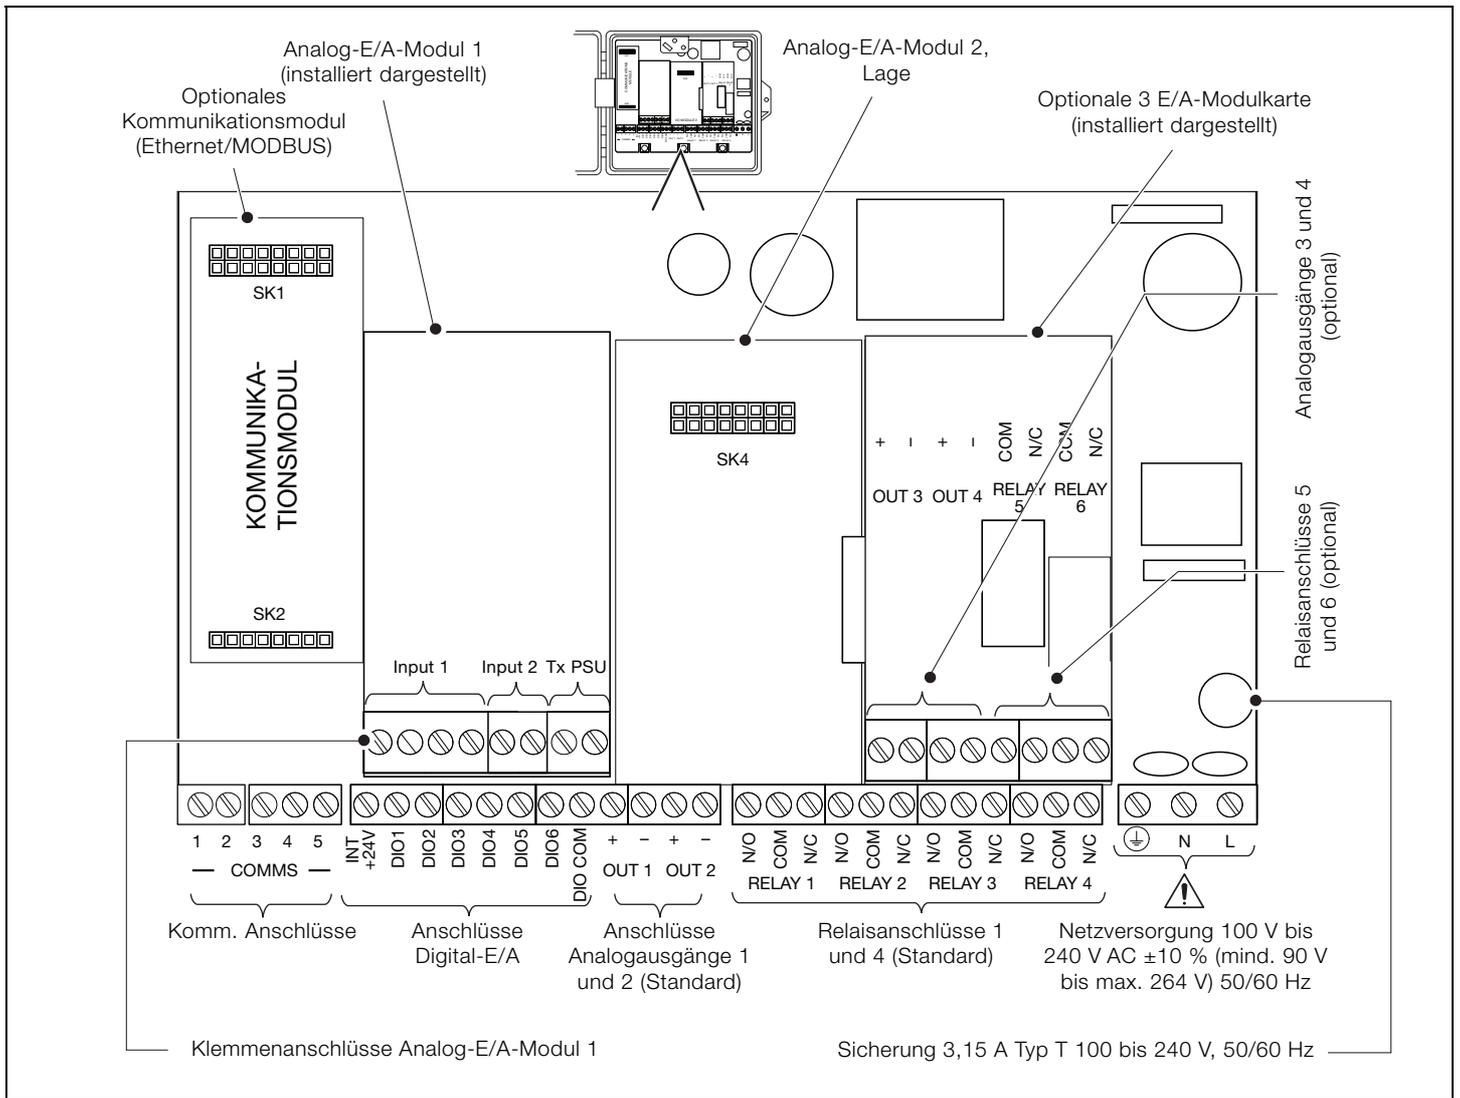

Abb. 8 CMF160/310 Elektrische Anschlüsse
- Achten Sie darauf, dass die richtigen Sicherungen installiert sind – Sicherungsdetails siehe Abb. 8.
1. Lösen Sie die (unverlierbare) Befestigungsschraube an der Klappe der Elektronikeinheit (A) mit einer 1/4-Umdrehung gegen den Uhrzeigersinn mit einem Pozidrive-Schraubendreher, und öffnen Sie das Gehäuse.
2. Drehen Sie die Befestigungsschraube der Abdeckplatte (B) gegen den Uhrzeigersinn, bis die Abdeckplatte (C) abgenommen werden kann.
3. Stellen Sie die Verbindungen an den Klemmen der Anschlussplatine her – siehe Abb. 8, Seite 8.
4. Montieren Sie die Abdeckplatte (C) wieder und sichern Sie die, in dem Sie die Befestigungsschraube (B) fingerfest im Uhrzeigersinn drehen. Schließen Sie die Klappe der Elektronikeinheit und drehen Sie die Klappenbefestigungsschrauben (A) um eine 1/4-Umdrehung im Uhrzeigersinn, um die Klappe zu sichern.